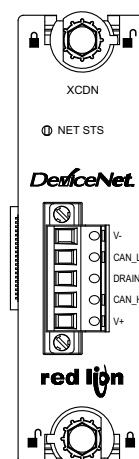

Abbildung 3.
4. Führen Sie die Optionskarte vorsichtig in die Erweiterungsschnittstellenöffnung ein, während Sie den Karten-Steckverbinder auf die Optionskarte mit dem Deckel der Haupttafel angleichen, wie in Abbildung 3 angezeigt. Sobald die Angleichung erfolgt ist, drücken Sie auf die Vorderseite der Karte bis sie mit der Vorderseite des Gehäuses bündig ist.